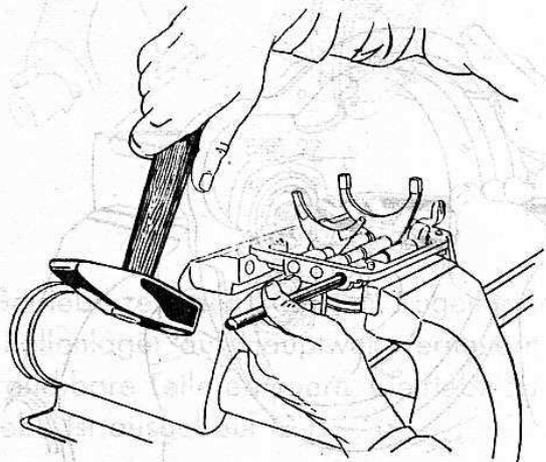

Bild 101
24. Mit Dorn Schaltschienen herausschlagen (Bild 101).